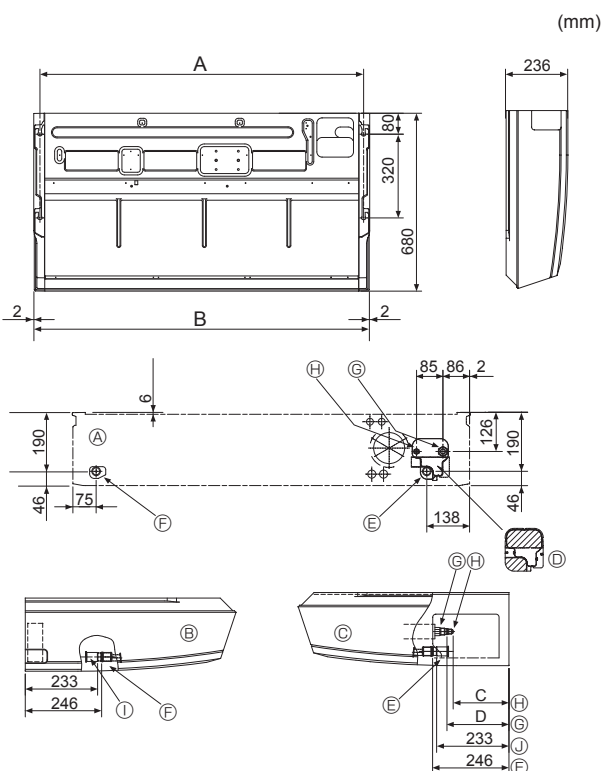

Fig. 3-2
①	Podloška	4 komada
②	Poklopac prostora za cijevi	1 veliki (za cijevi za plin)
③	Poklopac prostora za cijevi	1 mali (za cijevi za tekućine)
④	Zatezač	4 komada
⑤	Spojni priključak	1 komad s oznakom „UNIT“ (JEDINICA)
⑥	Poklopac priključka	1 komad
⑦	Poklopac odvodne cijevi	1 komad
⑧	Matica s proširenjem	1 komad $\varnothing 6,35$ (samo M60)
3.2. Priprema za postavljanje (Fig. 3-2)